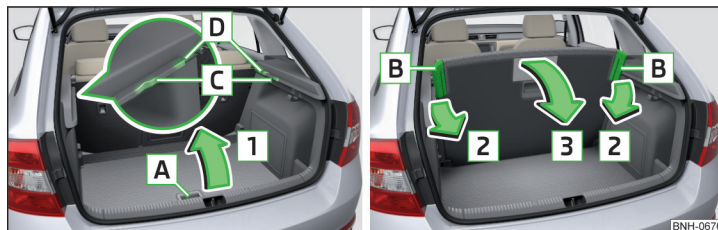

Fig. 113 Ridicarea/coborârea podelei variabile
- › Ridicați podeaua variabilă de mânerul **A** în sensul săgeții **1**. Colțurile pliabile **B** trebuie asigurate în zonele **C** sau **D** („poziția de parcare”) » fig. 113.